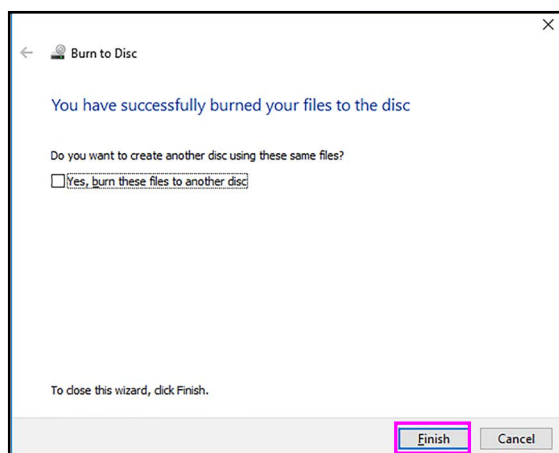

Figura 2-36. Schermata di completamento della scrittura del CD
- E. Quando la scrittura del CD è completata, viene visualizzata la schermata mostrata nella Figura 2-36. Toccare o fare clic sul pulsante **Fine (Finish)** per uscire dal programma di scrittura del CD.